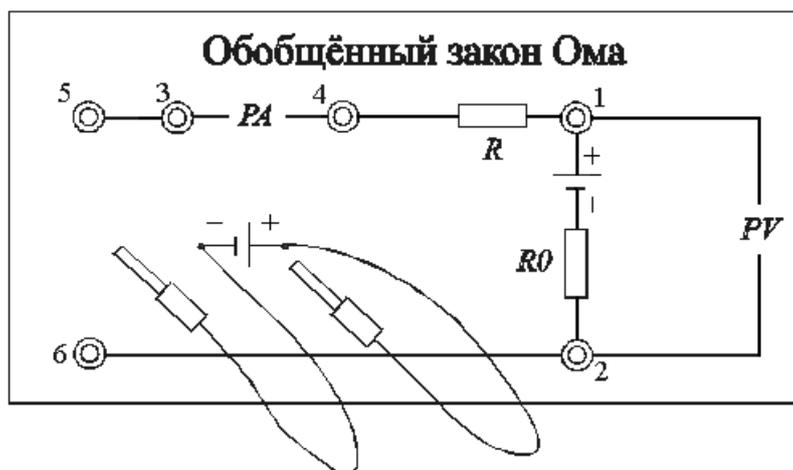
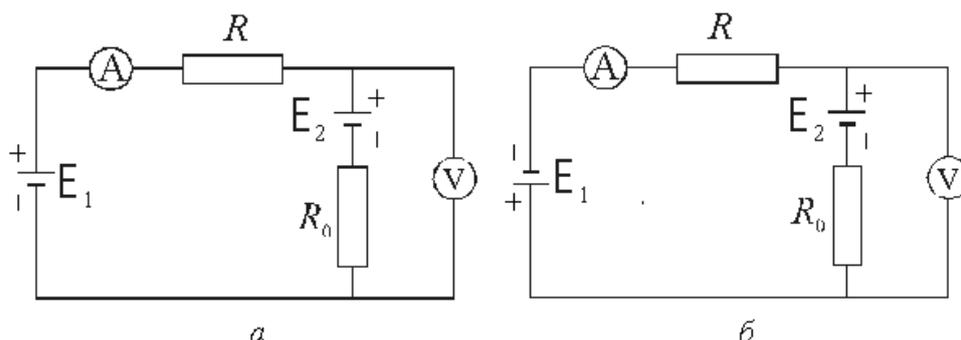

Рис. 5
Рис. 6
На лицевой панели лабораторного модуля изображена электрическая схема установки (рис. 5) и расположены гнезда для подключения измерительных приборов. К панели также подведены два гибких вывода, с помощью которых можно подключать с различной полярностью источника питания «E1» с ЭДС E1 к исследуемому контуру.
Выберем направление обхода контура от точки 1 к точке 2 (см. рис. 5), а за положительное направление тока примем направление от точки 2 к точке 1, тогда в соответствии с обобщённым законом Ома для участка цепи можно записать
2. Согласно рис. 5 источник «Е1» с ЭДС E_1 подключить к гнездам 5, 6 лабораторного модуля соблюдая полярность (красный провод «+», черный «-»).
3. Источник «Е2» с ЭДС E_2 имеет стационарное подключение к лабораторному модулю, электрическая принципиальная схема встречного включения источников «Е1» и «Е2» приведена на рис. 6а.
17. Результаты измерений тока I по показаниям миллиамперметра «РА» и разности потенциалов $\varphi_1 - \varphi_2$ по показаниям вольтметра «РV» (участок $E_2 - R_0$ на рис. 5) занести в таблицу 1 для встречного включения источников питания «Е1» и «Е2».
19. Изменить полярность подключения источника «Е1» с ЭДС E_1 к лабораторному модулю. Согласно рис. 5. красный провод подключить к гнезду 6, черный – к гнезду 5, электрическая принципиальная схема согласного включения источников «Е1» и «Е2» приведена на рис. 6б.
21. Результаты измерений тока I по показаниям миллиамперметра «РА» и разности потенциалов $\varphi_1 - \varphi_2$ по показаниям вольтметра «РV» (участок $E_2 - R_0$ на рис. 5) занести в таблицу 1 для согласного включения источников питания «E1» и «E2».